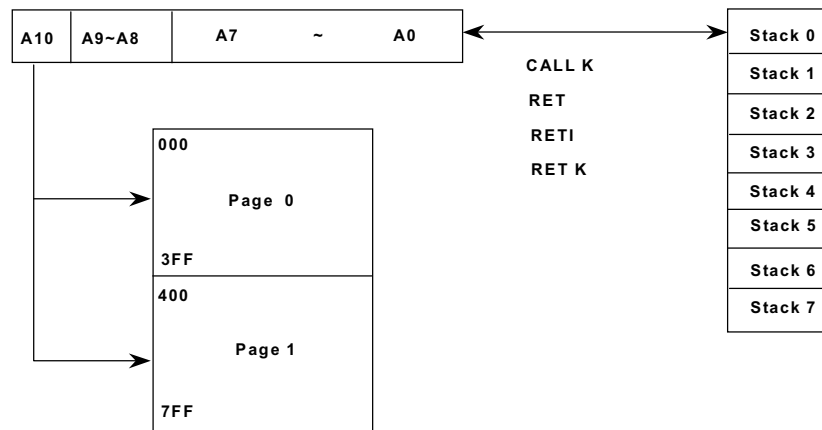

图 4 程序计数器组织
- R2 和硬件堆栈为 11 位宽。图 4 描述了它的结构。